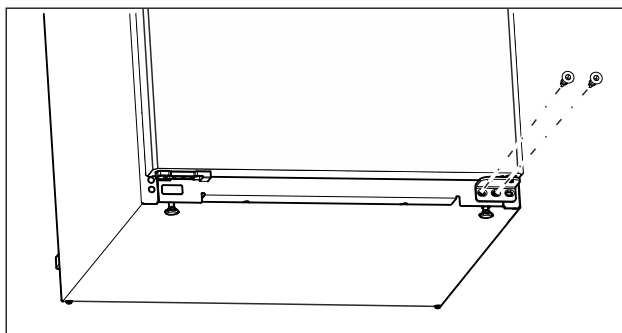

Fig. 15
- Pomocí šroubováku Torx 20 vyšroubujte prostřední šroub na spodním stojanu ložiska. (viz Fig. 15)
- Šroubovákem Torx 20 vyšroubujte vnitřní šroub na spodním stojanu ložiska. (viz Fig. 15)